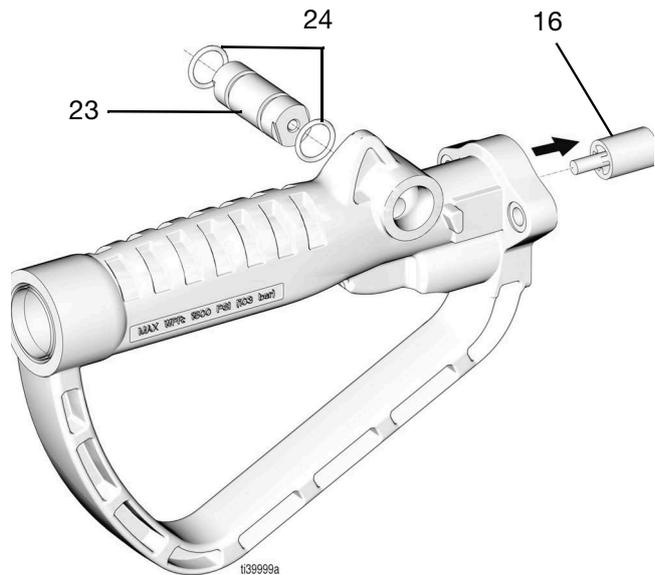

FIG. 46
15. Anote la posición de la leva para la instalación de la nueva leva (FIG. 46).
16. Retire la leva (23) y las juntas tóricas (24). Deseche las juntas tóricas de la leva antigua (FIG. 46).
17. Retire y deseche el empujador (16) (FIG. 46).
1. Coloque el nuevo empujador (16), vea la FIG. 46.
2. Aplique una fina capa de aceite para lubricar las nuevas juntas tóricas (24) e instálelas en la nueva leva (23), consulte la FIG. 46.
3. Instale el montaje de la nueva leva (23) y las juntas tóricas (24) en el alojamiento de la válvula (27), consulte la FIG. 46.